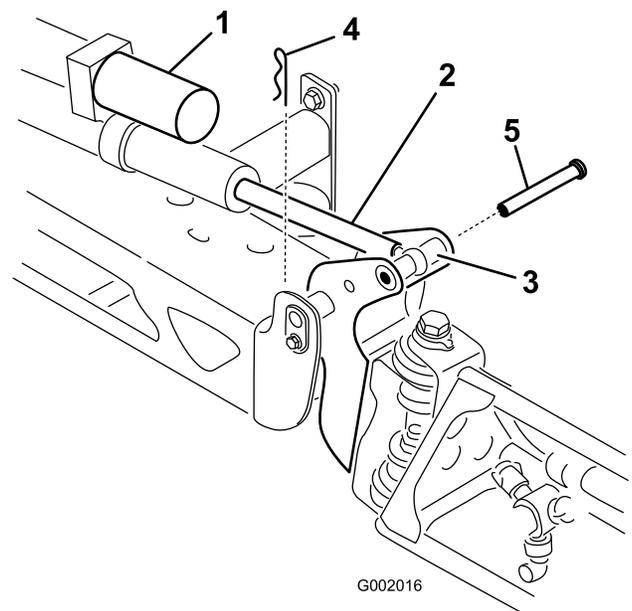

Figura 50
2. Togliete la coppiglia dal perno di articolazione (Figura 50).
3. Sollevate la barra e togliete il perno (Figura 50). Abbassate lentamente la barra all'hardstop.
il perno attraverso il perno della barra e l'asta dell'attuatore (Figura 50).